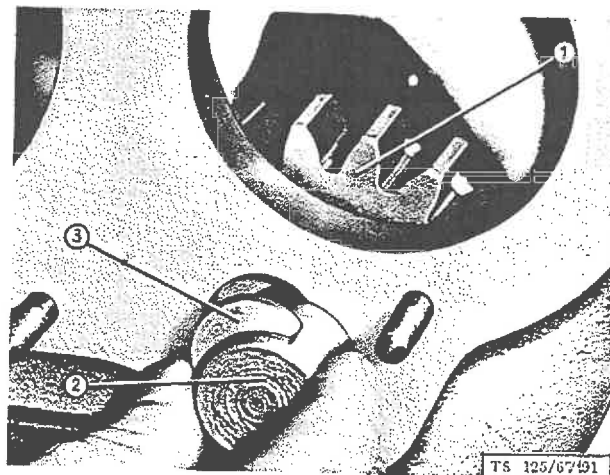

BILD 11 Rücklaufad montieren
1. Rücklaufad (11/1) wie im Bild 11 dargestellt einbauen.